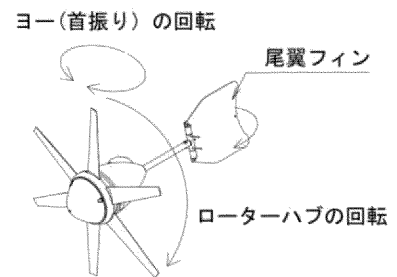

図1. 動作確認
- ・ローターハブとヨー(首振り)の回転は滑らかか。(図1)
- ・尾翼フィンが自由に動くか。(図1)
- (9) プロペラ型風力発電機内部の防水は連続運転を前提に成り立っていますので、長期間運転が望めない場合はカバーなどをかけておいてください。
- (10) サボニウス型風車は定期的な注油などは必要ありませんが、1年に1回は定期点検をおこなってください。点検時には、風車が回らないように支柱に紐で縛ってください。